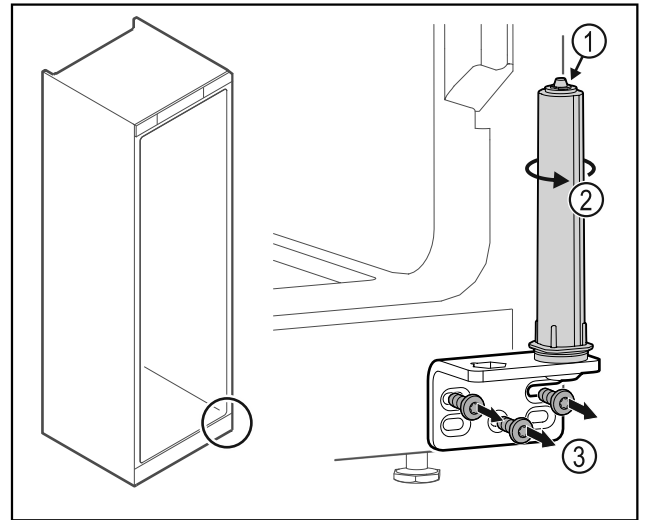

Fig. 51
- ▶ 请勿拆解关门系统 Fig. 51 (1)。
- ▶ 转动关门系统 Fig. 51 (2)，直至听到咔嚓声。
- ▶ 拧下合页角铁 Fig. 51 (3)。